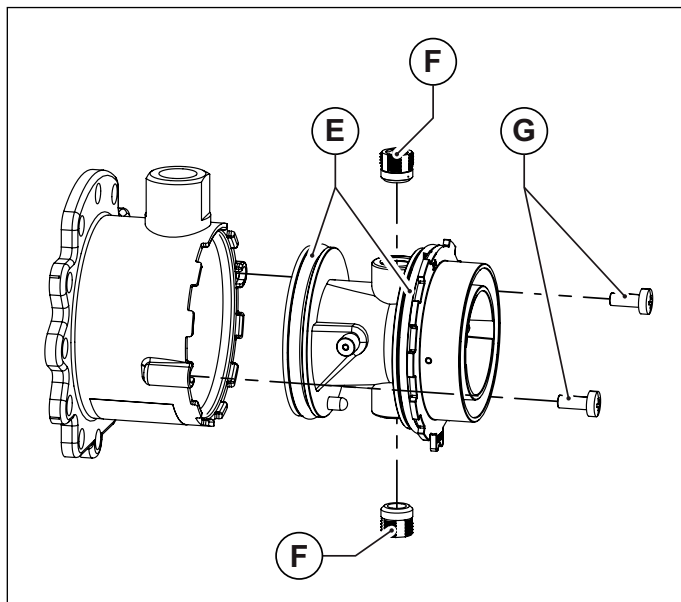
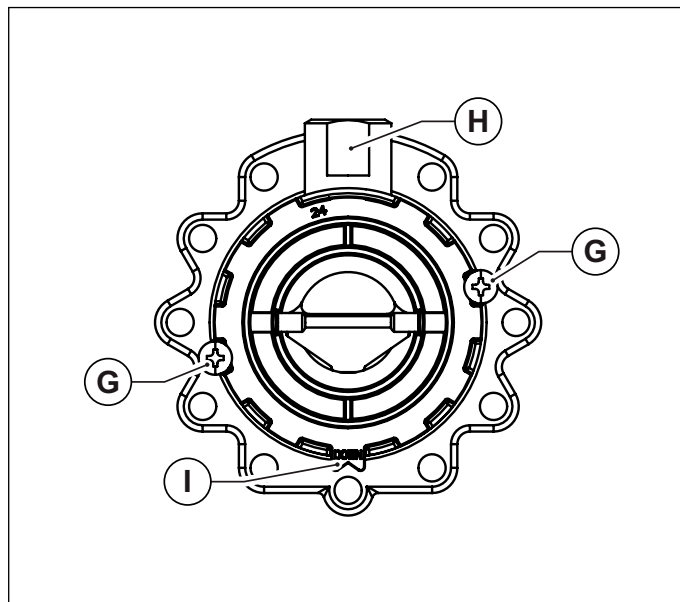

Fig. 44 Corpo in plastica del miscelatore
Fig. 45 Orientamento di montaggio
- Sfilare il corpo in plastica del miscelatore, svitando le due viti di fissaggio (vedi Fig. 44 Corpo in plastica del miscelatore).
- Svitare i due ugelli del miscelatore utilizzando una chiave a brugola da 6 mm (vedi Fig. 44 Corpo in plastica del miscelatore).
- Rimontare il corpo in plastica (Venturi) inserendolo nel miscelatore e avvitandolo con le viti di fissaggio, avendo cura di non danneggiare le guarnizioni o-ring che sono montate agli estremi del corpo in plastica (vedi Fig. 44 Corpo in plastica del miscelatore) e di rispettare l'orientamento di montaggio (vedi Fig. 45 Orientamento di montaggio).
- Montare il mixer riassembleato al ventilatore con le viti a brugola, avendo cura di riposizionare, fra mixer e ventilatore, l'o-ring di tenuta (vedi Fig. 44 Corpo in plastica del miscelatore).
- Montare il mixer riasssemblato al ventilatore con le viti a brugola, avendo cura di riposizionare, fra mixer e ventilatore, l'o-ring di tenuta (vedi Fig. 44 Corpo in plastica del miscelatore).